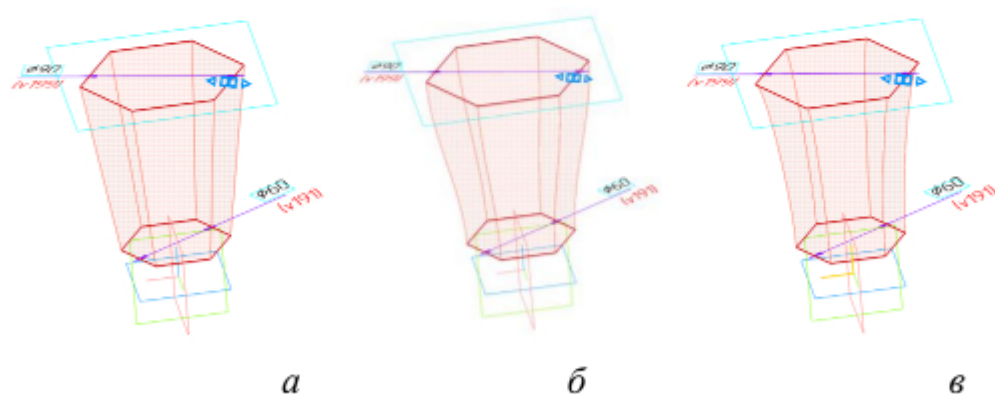

Рис. 8 Способы построения элементов у крайних сечений: а – автоматически, б – по нормали, в – по объекту
Способ построения элемента у крайних сечений – задают направление касательных к контурам элемента, проведенных через точки контуров в крайних сечениях элемента. Для начального и конечного сечений задают один из способов (рис. 8):
**Автоматически** – вершины сечений соединяются сплайнами (см. рис. 8, а).
**По нормали** – элемент формируется так, чтобы плоскость, касательная к его поверхности вблизи начального или конечного сечения, была перпендикулярна плоскости этого сечения (см. рис. 8, б).
**По объекту** – элемент формируется так, чтобы плоскость, касательная к его поверхности вблизи граничного сечения, была параллельна указанному прямолинейному объекту или перпендикулярна указанному плоскому объекту (см. рис. 8, в).